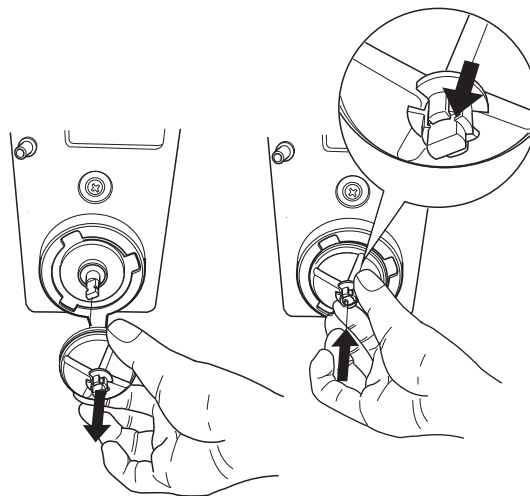

Abb. 9
- Für die Herausnahme der Gebläse genügt ein leichtes Ziehen (Abb. 9);